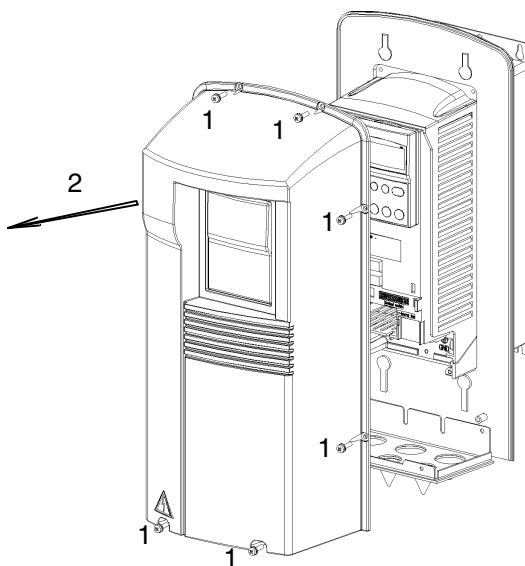

Figura 10 Apertura dei convertitori di frequenza tipo IP 54 / NEMA1.
- 1 Rimuovere il coperchio anteriore. Vedere Figura 10.